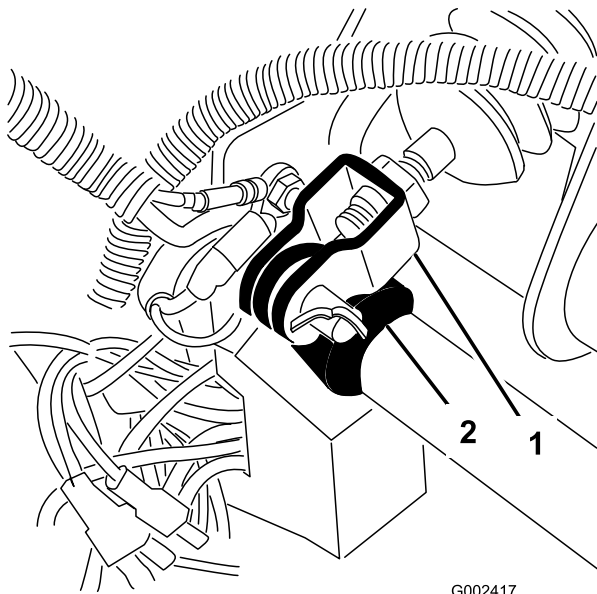

Рисунок 69
1. Снимите шплинт и штифт с головкой и отверстием под шплинт, которые крепят вилку главного тормозного цилиндра к оси педали тормоза (Рисунок 69).